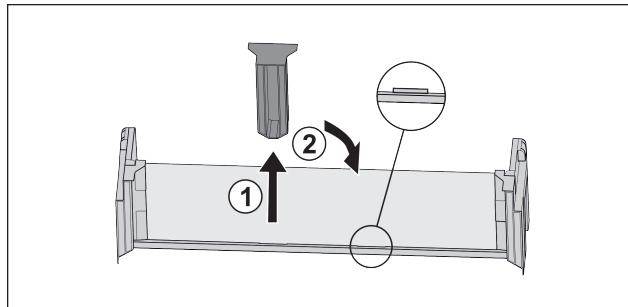

Fig. 76
- Витягнути середину деталь для підтримки Fig. 76 (1).
- Вставити середину деталь для підтримки на друге положення Fig. 76 (2).